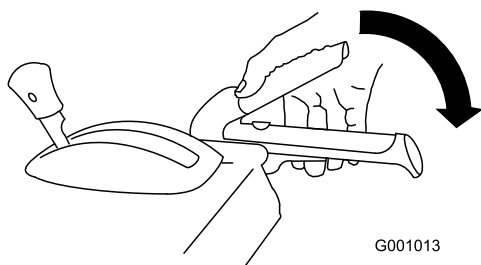

Figura 28
2. Engate a alavanca da broca/hélice e segure-a no sítio (Figura 28).